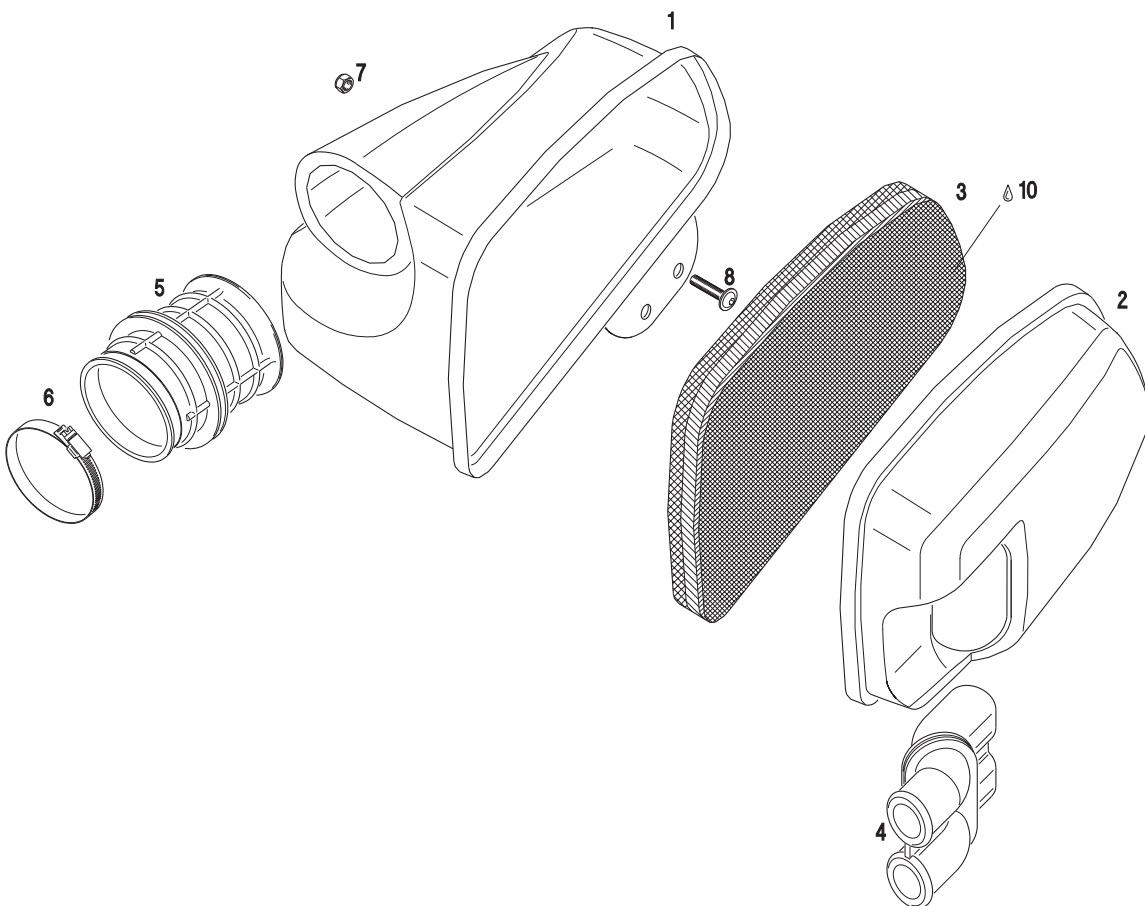

Bild 12
- ➔ Ansauggummi (4) in senkrechter Stellung so in das äußere Dämpferseitenteil (2) stecken, daß die runden Ansaugöffnungen außen liegen.
- ➔ Vergaserstutzen (5) so in das innere Dämpferseitenteil (1) stecken, daß der Pfeil am Dämpferstutzen in Richtung Vergaser zeigt.
- ➔ Filterschaumstoff (3) mit "Luftfilter Reinigungsset" ROTAX –Nr.: 297 160 (10) einölen und anschließend überschüssiges Öl ausdrücken.
- ➔ Dämpferteile laut Skizze zusammenstecken (Bild 12) und auf eine ordentliche Verriegelung achten
- ➔ Ansauggeräuschkämpfer mit der mitgelieferten Schlauchschelle (6) am Vergaser befestigen.
- ◆ **Hinweis:** Der Vergaserstutzen (5) ist asymmetrisch und kann so gedreht werden, daß sich eine optimale Verbindung zwischen dem Vergaser und Ansaugbox ergibt.